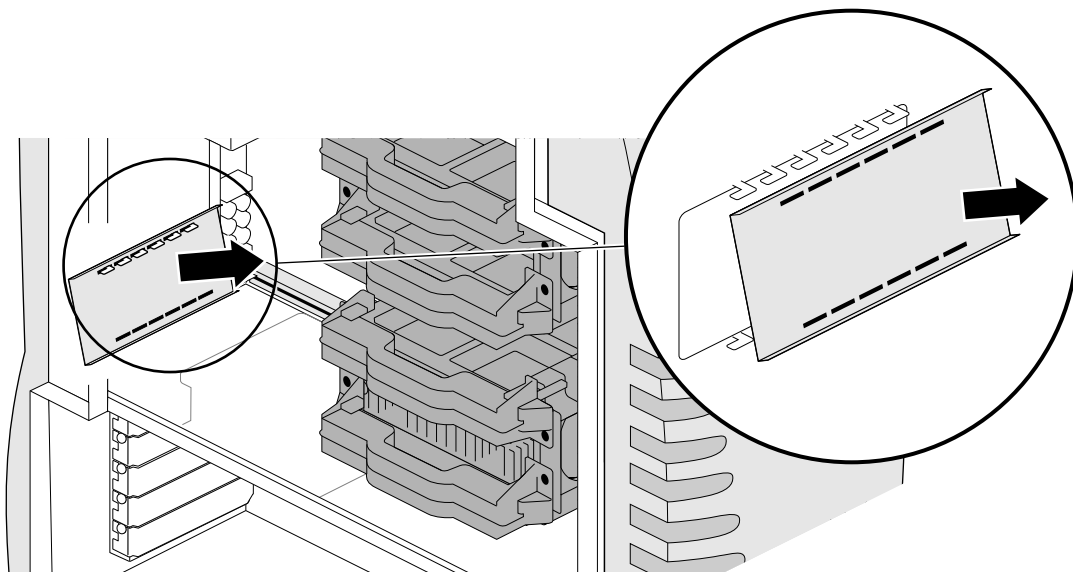

Figura 5-16 Removendo o painel vazio de E/S para a SD1100 da Silicon Graphics
7. De frente para a lateral da estação de trabalho, deslize o painel vazio de E/S em sua direção e retire-o dos ganchos acima da entrada de E/S. Veja a Figura 5-16.